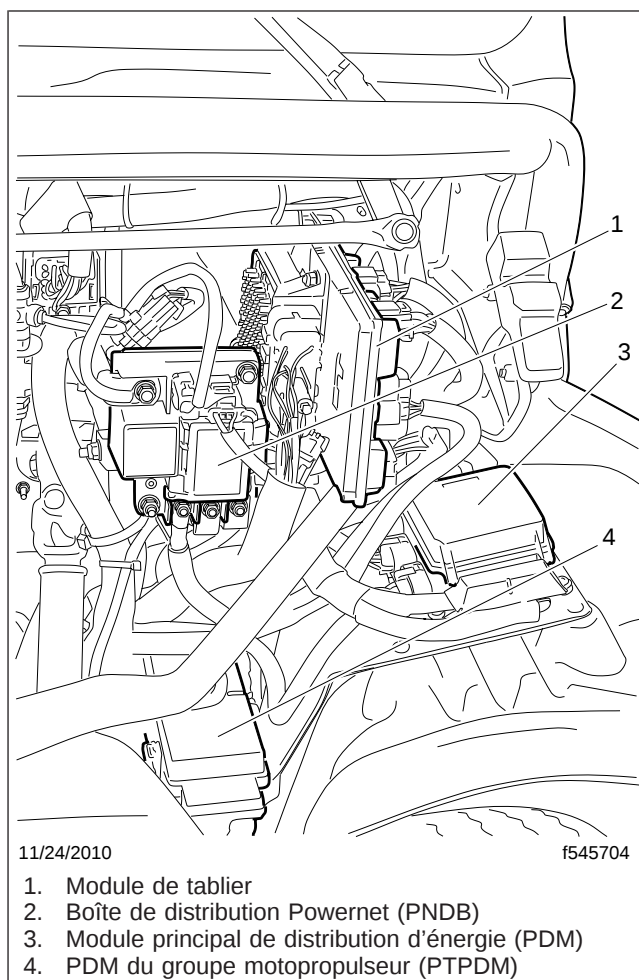

Fig. 21.7, Câblage visible du moteur
6. Inspectez le câblage visible du moteur pour la présence de dommages ou de desserrement. Voir la **figure 21.7**.